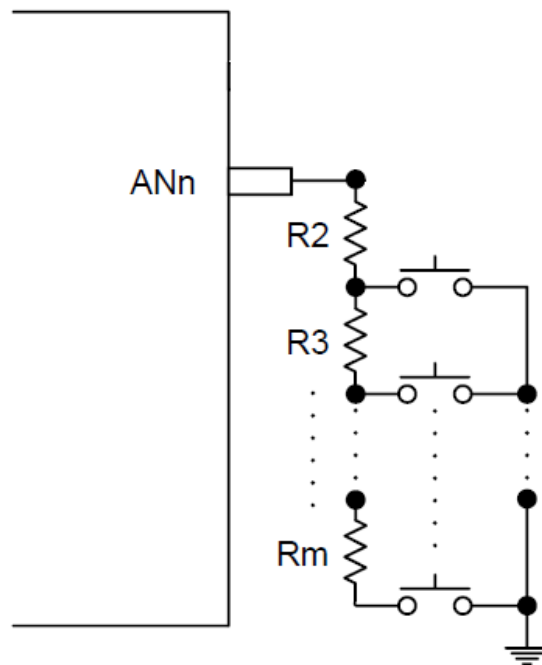

Figure 16-3 ADC 按键输入串联电阻应用参考图
6. 如果 Figure16-3 中的某个键被按下，端口上就会有一个电压值，当这个电压值小于 4.2V（@VDD=5V）时，AMWIF 标志位会被拉高。芯片也会从省电模式醒来，同时进入 ADC 中断服务程序，软件清零 AMWIF 标志；